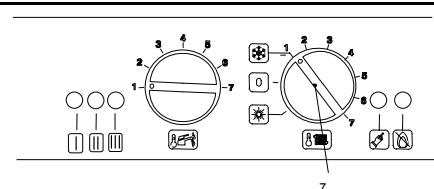

Fig. 6.6
- Убедитесь в том, что преключатель 7 находится в положении, как указано на рис. 6.6, а программатор и комнатный термостат настроены на "запрос на отопление".